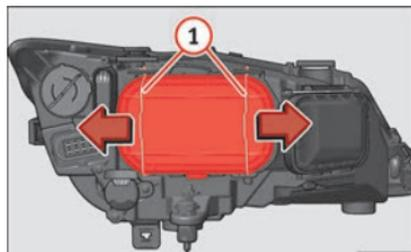

Fig. 205 Luz de cruce.
- Desplace los tirantes **» fig. 205 1** en el sentido de la flecha y saque la tapa.